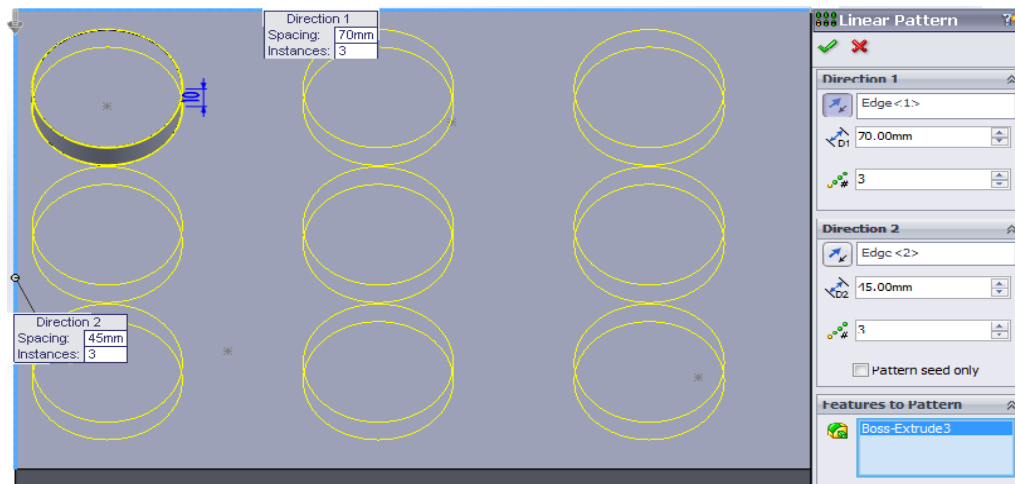

Figura 5.24.
-  **MATRIZ LINEAL:** Es utilizada para acciones o procesos repetitivos y largos, ya que habilita la oportunidad de poder ejecutar todos estos procesos o acciones de manera inmediata y veloz. Para la creación de una matriz solo debemos seleccionar la entidad que definiremos como patrón y a continuación procederemos a designar el número de entidades a crear, y el espaciado entre las mismas, además de las direcciones de sus trayectorias lineales. (Figura 5.24).